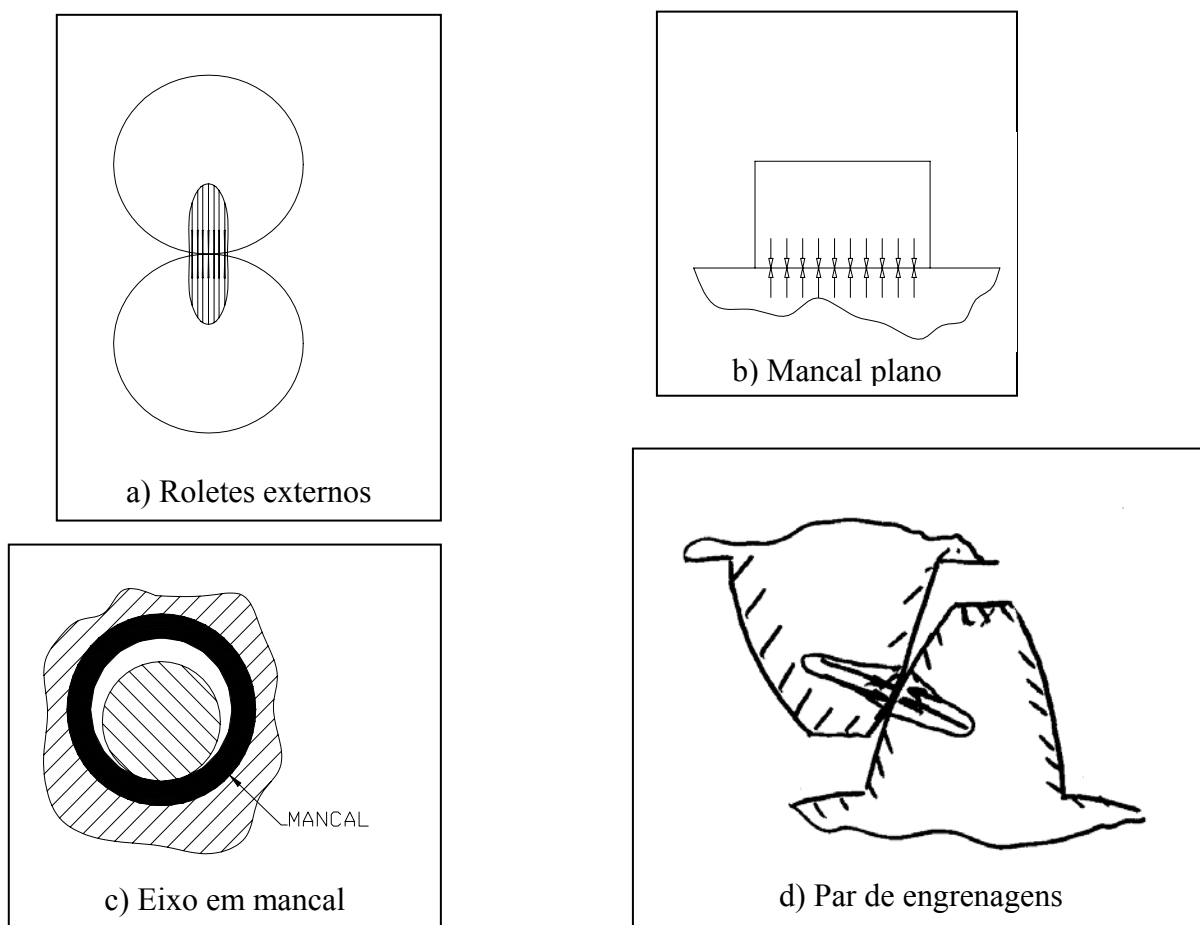

Figura 3.9
-Há casos que temos compressão devido ao contato das superfícies de dois corpos conforme figura 3.9.